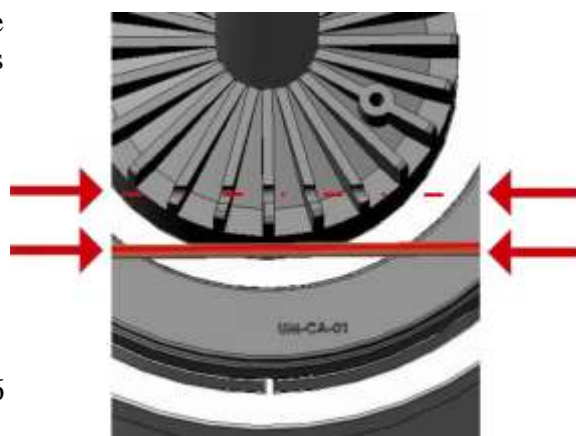

Fig. 36
- C. Faites glisser la bride supérieure sur le cylindre en le poussant en place jusqu'à la fin et en dirigeant les ressorts de siège en parallèle à eux. (fig. 36).